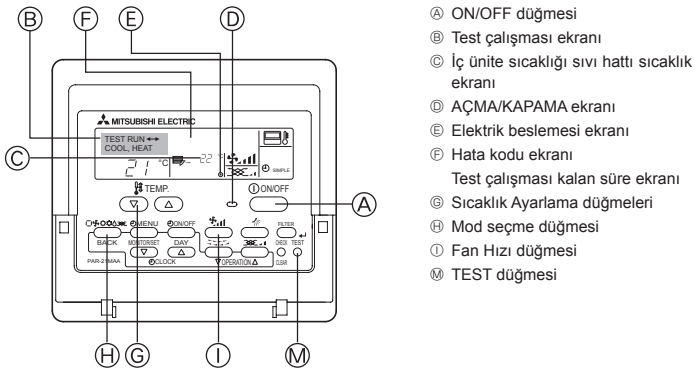

Fig. 6-1
6.2.1. Kablolu uzaktan kumanda kullanarak (Fig. 6-1)
- ① Elektrik şalterini çalıştırma denemesinden en az 12 saat önce açın.
- ② [TEST] düğmesine iki kere basın. ⇒ "TEST RUN" LCD ekranı
- ③ [Mode selection] (mod seçimi) düğmesine basın. ⇒ Dışarıya hava üflendiğinden emin olun.
- ④ [Mode selection] (mod seçimi) düğmesine basın ve soğutma (ya da ısıtma) moduna geçin. ⇒ Dışarıya soğuk (veya sıcak) hava üflendiğinden emin olun.
- ⑤ [Fan speed] (rüzgar hızı) düğmesine basın. ⇒ Rüzgar hızının devreye girdiğinden emin olun.
- ⑥ Dış ünite fanının çalışmasını kontrol edin.
- ⑦ [ON/OFF] (açma/kapatma) düğmesine basarak çalıştırma denemesini kaldırın. ⇒ Durdur
- ⑧ Bir telefon numarası kaydedin.